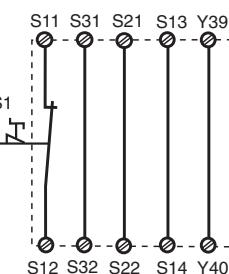
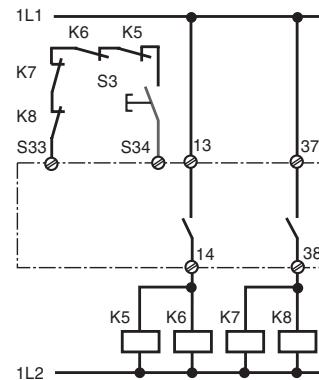

Fig. 2: Eingangskreis einkanalig, autom. Start/Single-channel input circuit, automatic reset/Commande par 1 canal, validation automatique
Fig. 10: wie Fig. 9 mit überwachtem Start/ connection for contactors/relays and monitored reset/comme Fig. 8 avec surveillance du poussoir de validation
In Fig. 2 ... Fig. 10 sind Anschlussbeispiele für NOT-AUS-Beschaltung mit automatischem und überwachtem Start, Schutztürsteuerungen sowie Kontaktvervielfachung durch externe Schütze.
- Fig. 2 und 7: **keine** Verbindung S33-S34
In Fig. 2 ... Fig. 10 are connection examples for Emergency Stop wiring with automatic and monitored reset. Safety gate controls as well as contact expansion via external contactors.
- Fig. 2 and 7: S33-S34 **not** connected
- Fig. 2 and 7: **pas** de câblage sur S33-S34